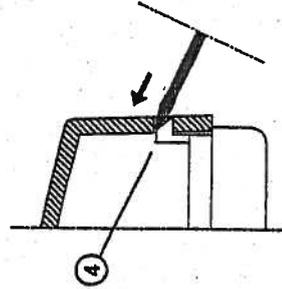

Fig. 2
Herefter trykkes tapperne (4) (fig. 2) forsigtigt ind med skruestrækkeren, og låget vippes af. Vær forsigtig når der trykkes på tapperne, så der ikke knækkes noget af. Se fig. 2) der viser, hvordan dette gøres korrekt.